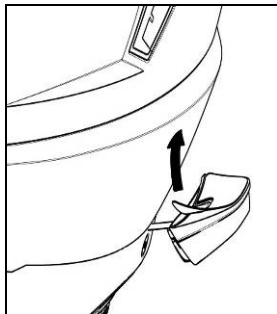
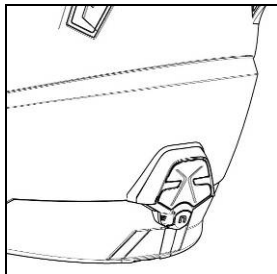

Fig. 8
Fig. 9
- Enlevez le film protecteur de l'adhésif double face de l'adaptateur du casque (fig. 8) puis appliquez le système ESS à la calotte (fig. 9).